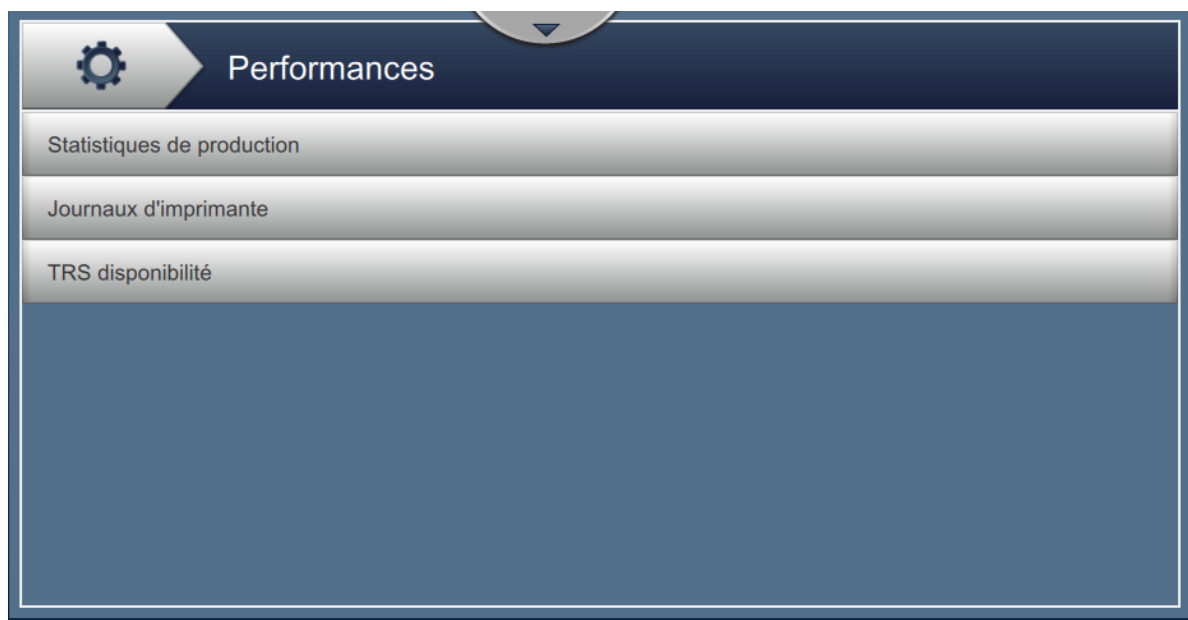

Figure 6-3 : Écran Performances
1. Appuyez sur le bouton  dans l'écran Outils. L'écran Performance s'ouvre, tel qu'illustré dans la Figure 6-3.